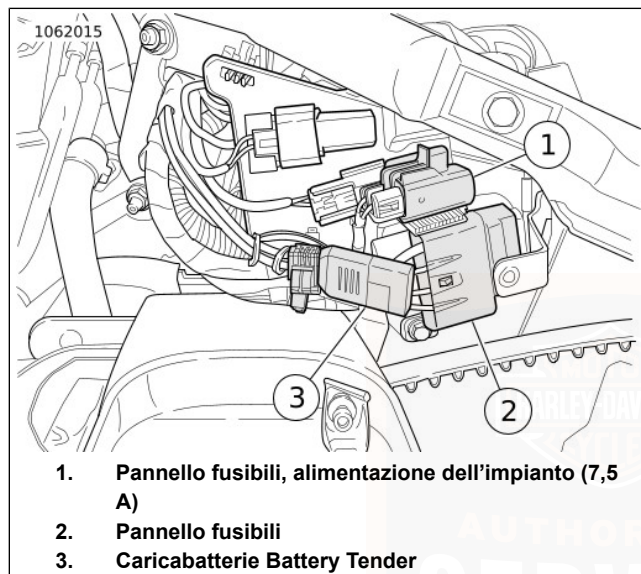
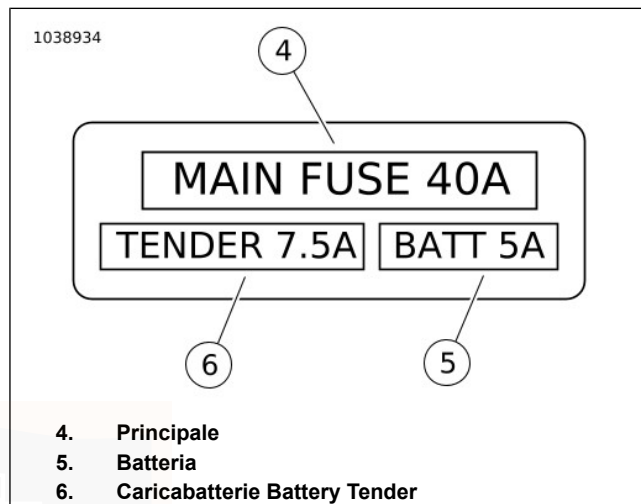

Figura 82. Fusibili
Figura 83. Pannello fusibili
3. Vedere Figura 82 e Figura 83. Rimuovere il pannello fusibili dal pannello sulla motocicletta.